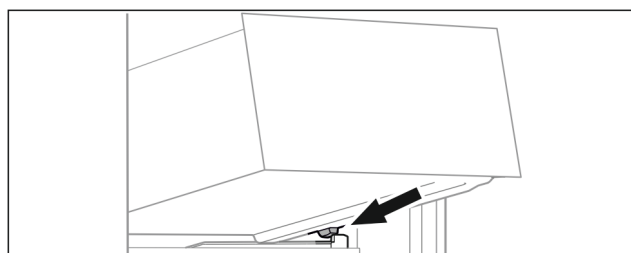

Fig. 12
- ▶ Założyć szufladę pod skosem za stoperami na żebro pojemnika Fig. 12 ().